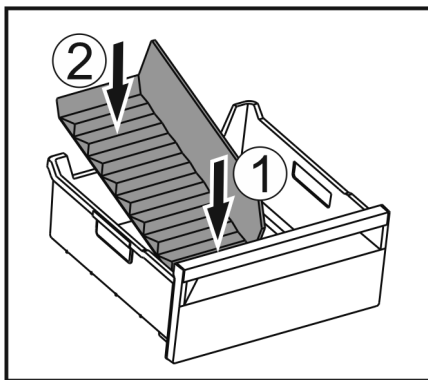

Fig. 97
- ▶ Vorderen Teil des Eisfach-Trenners einsetzen. Fig. 97 (1)
- ▶ Hinteren Teil des Eisfach-Trenners bis zum Schubfachboden absenken. Fig. 97 (2)